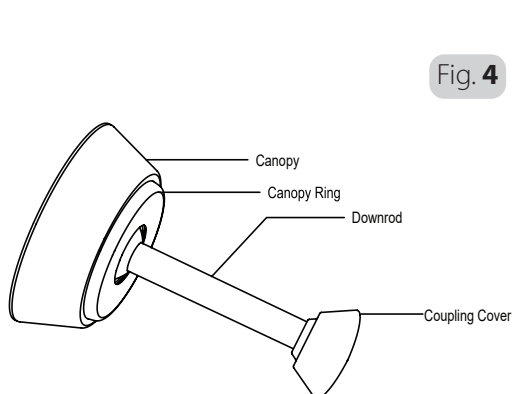

Fig. 4
1. Montieren Sie Abdeckhaube und die Kupplungsabdeckung über dem Hängerohr. Siehe Abb. 4.
1. Assemble the canopy, canopy cover and coupling cover over the downrod. Refer to Fig 4.
1. Assemblez le boîtier de protection et le couvercle de raccordement sur la barre. Voir Figure 4.
1. Assemblare la calotta e il copriflanguia sopra l'asta. Vedere fig. 4.
1. Schuif de plafondkap en afdekking van de koppeling over de stang. Zie Fig. 4.
1. Monte cobertura e tampa de engate por cima da haste inferior. Consulte a Fig 4.